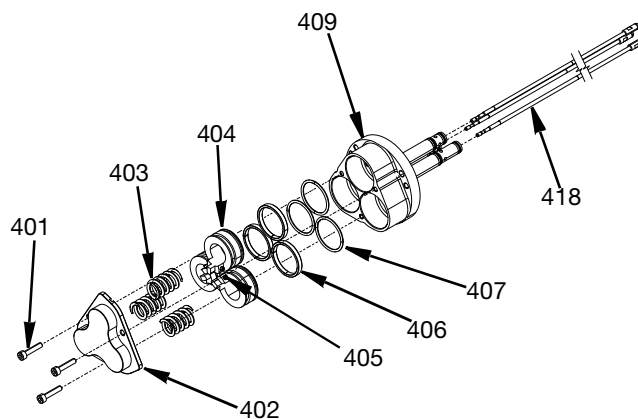

FIG. 16
1. Separe la tapa del cilindro (402) quitando los tres tornillos M4 de cabeza hueca (401) con una llave hexagonal. Afloje los tornillos de manera uniforme porque la cubierta está bajo la tensión del muelle (403) y podría agarrotarse al quitarla.
2. Afloje los tornillos de fijación M3 (405) tres vueltas cada uno y saque del conjunto las agujas de cierre de bola (418). Consulte la FIG. 16.
3. Extraiga los pistones (404) del alojamiento del cilindro de aire (409). Deseche los anillos guía (406) y las juntas tóricas (407).